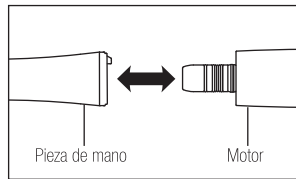

Fig. 2
- 1) Conecte la pieza de mano directa al motor. (Fig. 2) Cuando conecte una pieza de mano óptica, gire la pieza de mano hasta que encaje en su posición con un chasquido.